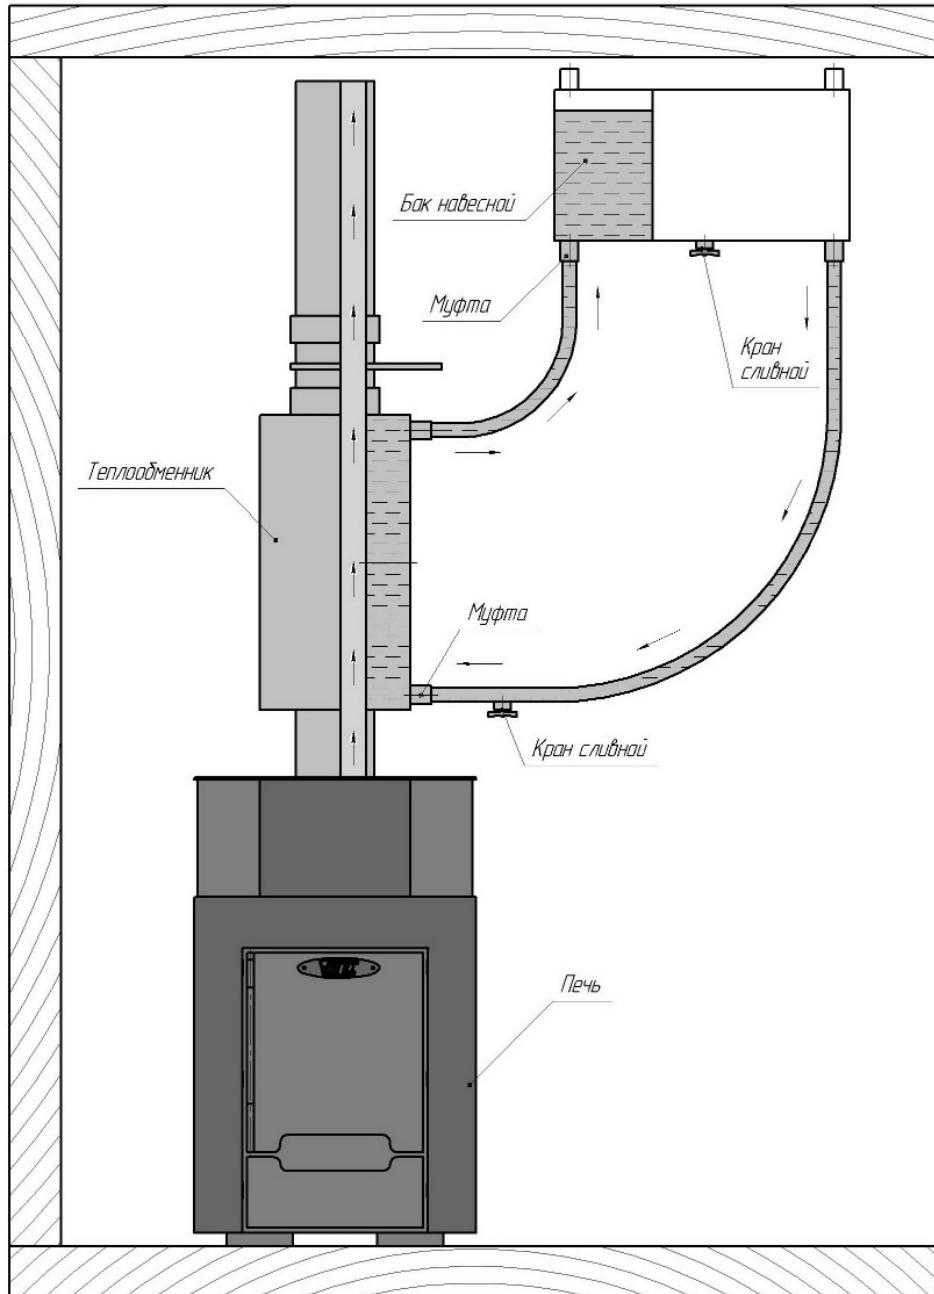

Рисунок 3: Вид спереди: подключение бака для горячей воды к банной печи газо-древянной банной печи «Диана» («Диана Мини», «Диана Порта»)
- на печь устанавливается теплообменник, который подсоединяется к выносному баку – это отдельно висящий бак, который может быть размещен, в любом удобном месте или помещении (рисунок 3).